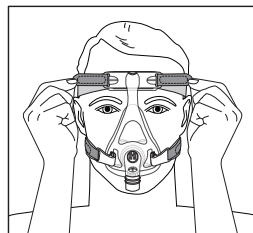

Figura 4
3. **Arnés** - Tire hacia atrás de las lengüetas para ajustar uniformemente las correas superiores e inferiores (Figura 4).